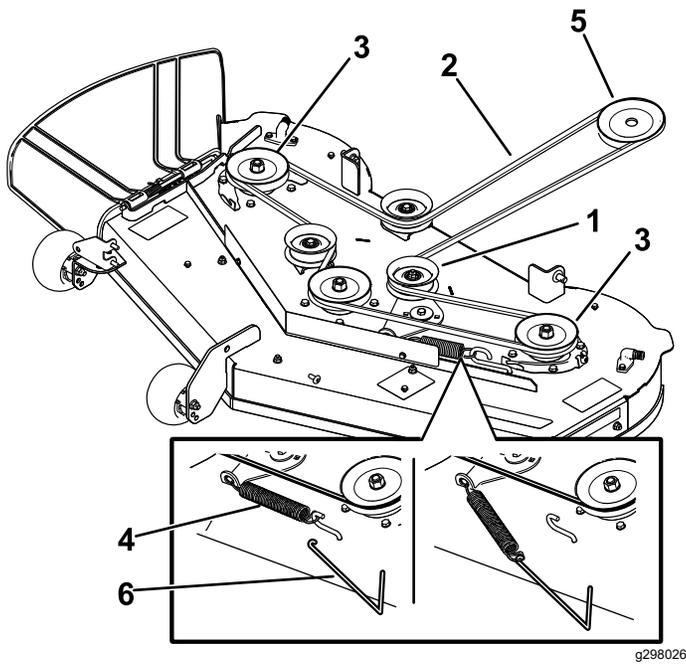

図 55
5. スプリング取り外し工具Toro P/N 92-5771を用いて、デッキのフックからアイドラスプリングを取り外してスプリングのテンションをなくし、プーリからベルトを取り外す 図 54または 図 55。
6. エンジンプーリとデッキプーリに新しいベルトを掛け回す 図 54または 図 55。
7. スプリング取り外し工具Toro P/N 92-5771を用いて、デッキのフックにアイドラスプリングを取り付けてスプリングにテンションを掛ける。これによりアイドラプーリとベルトが強く張る 図 55または 図 54。